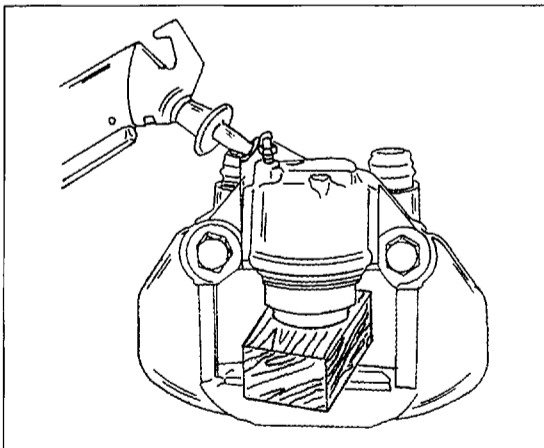

Bild 294
- Einen Holzklötzchen zwischen den Kolben und den Bremssattel einlegen und den Kolben vorsichtig mit Pressluft ausblasen. Das Holzstück wird dabei in der in Bild 294 gezeigten Weise in die Öffnung des Bremssattels eingesetzt (bei einem Bremssattel mit einem Kolben gezeigt).